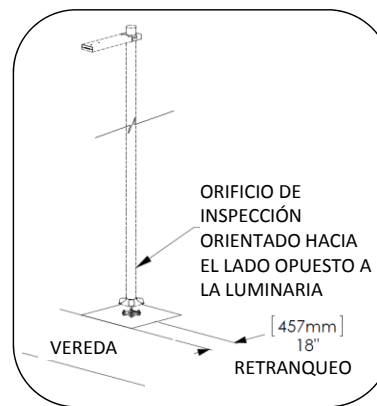

Fig. 1: Orientación del poste
1. Eleve el poste de luz hasta su posición sobre los anclajes instalados (consulte el manual de instalación del kit de anclaje Rama) como se indica en la Fig. 1. Asegúrese de que la placa de apoyo esté apoyada en las cuatro arandelas.